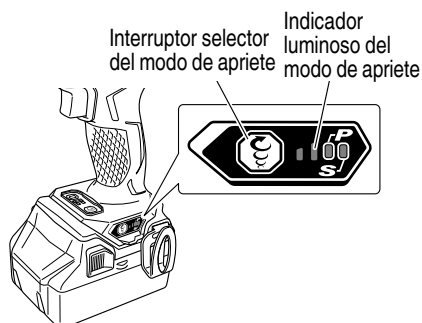

Fig. 15
- Función del selector de modo de apriete (Fig. 15)